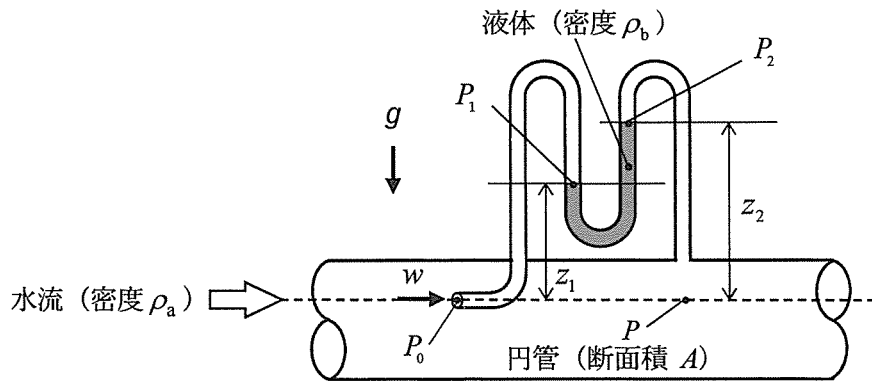

図2
(2) 図2は、ピトー管を用いて水平な円管内を流れる密度 ρ_a の水の流速を測定する概念を模式的に示したものである。圧力差の測定のために、水には不溶で水より重い密度 ρ_b の液体がU字部に入れられており、それ以外の部分は水で満たされている。ここで、 w はピトー管先端に向かう流速、 P_0 はピトー管先端での流れの全圧、 P はピトー管先端の位置の流れの静圧、 z_1 と z_2 は液体の左右の液面の高さ、 P_1 は液面高さ z_1 での静圧、 P_2 は液面高さ z_2 での静圧である。ここで、重力の加速度を g とする。
1) ピトー管は、流れの全圧 P_0 と静圧 P の圧力差から流速を求める流速計である。図2より、 P_0 は、 P を用いて次の式②で与えられ、この関係式から w を求めることができる。
2) 図2のように、全圧 P_0 と静圧 P の圧力差は $\boxed{8}$ を用いて測定することができる。